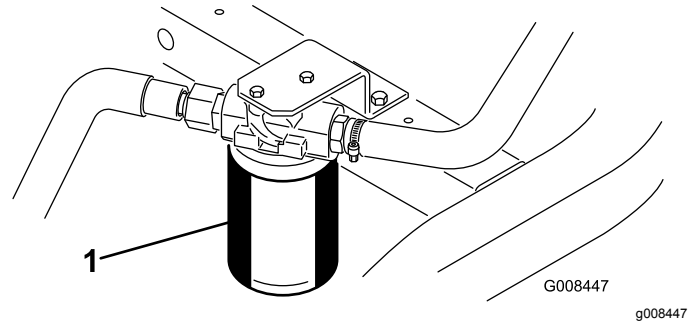

Figure 49
1. Nettoyez la zone autour de la surface de montage du filtre (Figure 49). Placez un bac de vidange sous le filtre et enlevez le filtre.